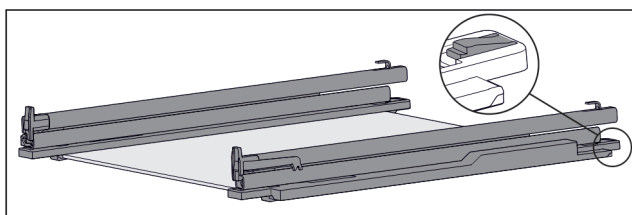

Fig. 105 Placă de sticlă cu șine și piese de fixare
- ▶ Apăsați în jos piesa de fixare din spate (vezi Fig. 105) și, în același timp, împingeți șina înapoi.